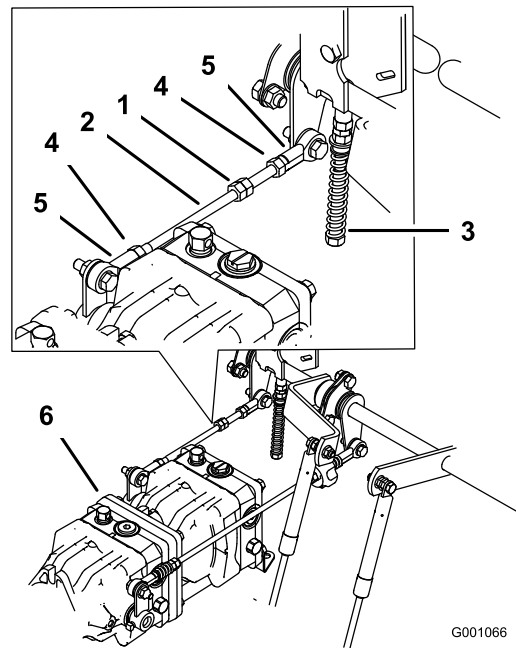

Figure 74
- Serrez les contre-écrous contre les rotules (Figure 74).
- Desserrez les contre-écrous sur les rotules de la tige de commande de la pompe (Figure 74).
- Régalez la longueur de la tige de pompe en tournant les doubles écrous dans le sens voulu, jusqu'à ce que la roue soit immobilisée ou tourne légèrement en marche arrière (Figure 74).